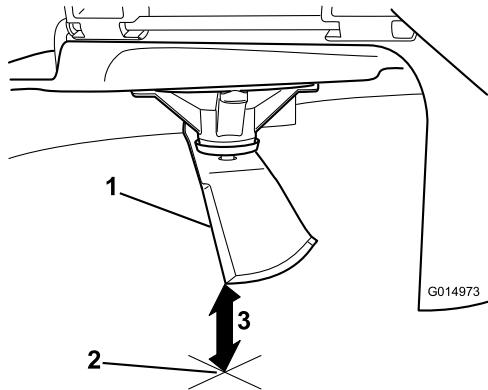

Figura 61
3. Misurate dalla punta della lama alla superficie piana (Figura 61).